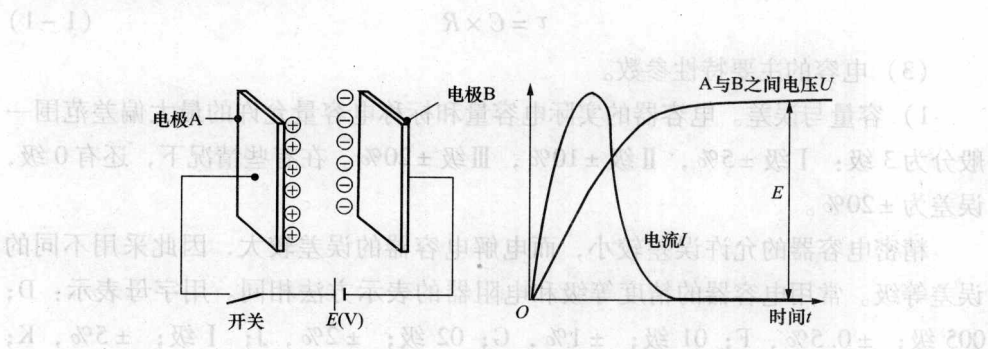

图 1-5 电容器结构示意图
(2) 电容器的原理。当如图 1-5 所示的电路开关合上时，电路中 will 形成对电极 A 产生正极充电和对电极 B 产生负极充电的短暂电流，即电容器开始充电过程。当电极 A 和 B 之间的电压与电池的电压相等时，电流移动停止。假如电路中的开关打开，电容器所充的电能保留在电路上。若用导线短接电极 A 和 B，电容器所充的电能将经由导线释放。电容器的电容量取决于电容极板的相对面积和电容极板之间的距离。